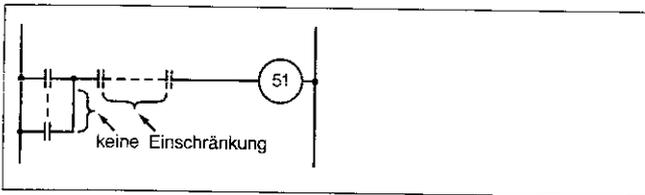

Bild 14.2
b) Die Anzahl der Kontakte, die in Reihe oder Parallel verknüpft werden sollen, ist nicht begrenzt (Bild 14.2).